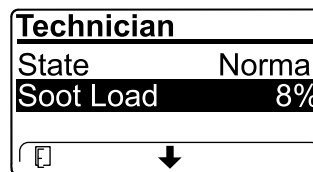

Figura 37
- Veja a carga de fuligem que é medida como percentagem de fuligem no filtro de partículas de gasóleo (Figura 37); consulte a tabela de carga de fuligem.